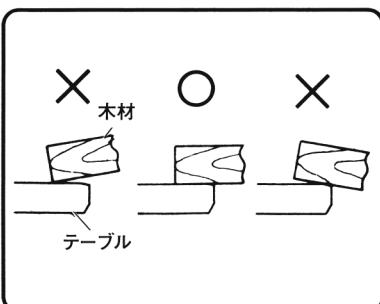

図 32
- 注** • 木材の板厚を検出するとき、木材の下面をテーブル面へ図32（○印）のように当ててください。×印のようにおき方が適正でないと、加圧力が不足して、木材に対し送材ベルトがスリップすることがありますので十分注意してください。